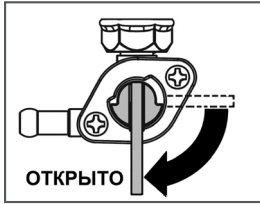
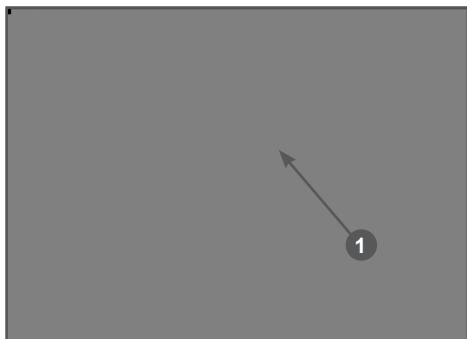

Рис. 12 Рычаг топливного крана
Рис. 14 Трубка системы вентиляции картера
3. Откройте топливный кран переводом рычага в вертикальное положение (Рис. 12).
*В процессе работы генератора при температуре окружающей среды ниже  $-10^{\circ}\text{C}$  в трубке 1 системы вентиляции картера происходит образование конденсата и его замерзание (Рис. 12). Это приводит к повышению давления в картере двигателя и выдавливанию моторного масла через сальники и прокладки, в результате чего происходит выход двигателя из строя из-за недостаточной смазки. Проверяйте трубку 1 системы вентиляции картера на наличие ледяной пробки каждые 30 минут или чаще (Рис. 14).*